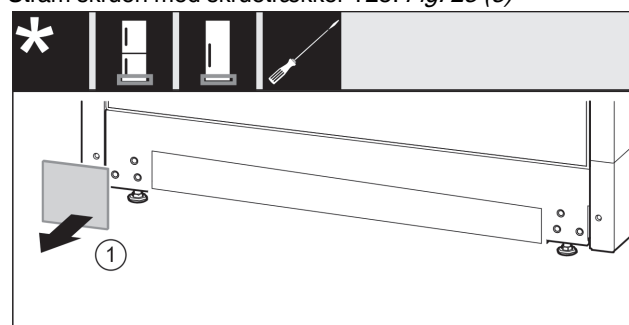

Fig. 24
- ▶ Tag afdækningen af. Fig. 24 (1)